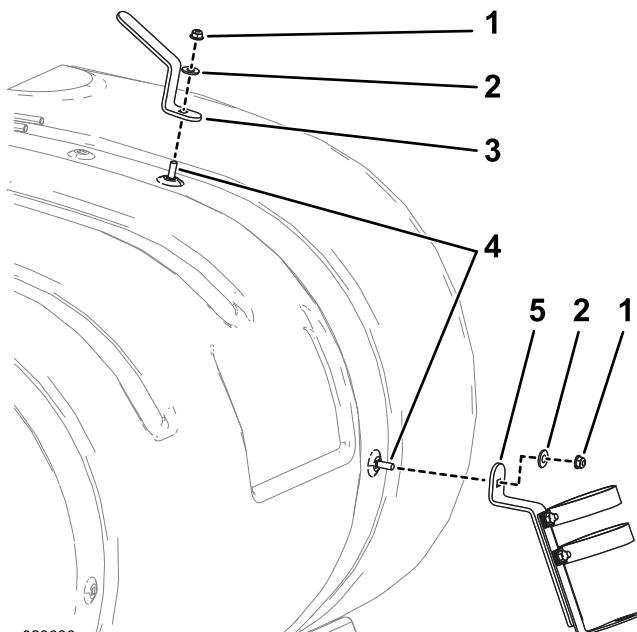

Figura 3
- Desaperte a cinta frontal do depósito no lado direito (Figura 3).
- Parafuso de carroçaria (5/16 x 3/4 pol.) (2)
- Instale o conjunto do suporte da pistola de pulverização como se mostra na Figura 3 utilizando um parafuso de carroçaria (5/16 x 3/4 pol.), uma anilha (3/8 pol.) e uma porca de bloqueio (5/16 pol.).
- Instale o gancho de tubo como se mostra na Figura 3 utilizando um parafuso de carroçaria (5/16 x 3/4